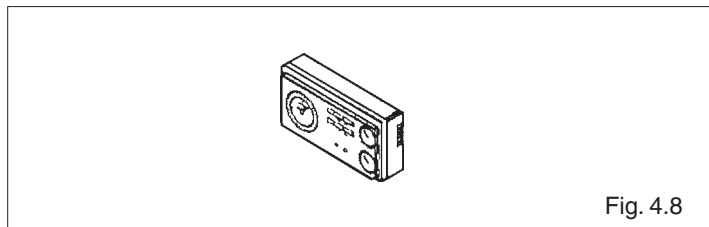

Fig. 4.8
- intervenendo sul termostato ambiente o sul programmatore orario (fig. 4.8)